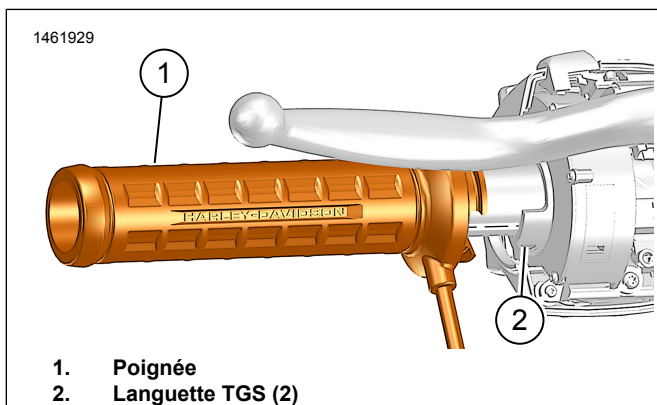

Figure 5. Engagement TGS
1. Voir la Figure 5. Installez la poignée.
- a. Alignez les languettes Capteur de la poignée d'accélération (TGS) (2) avec les segments dans la poignée (1).
- b. Placez la poignée (1) en position.